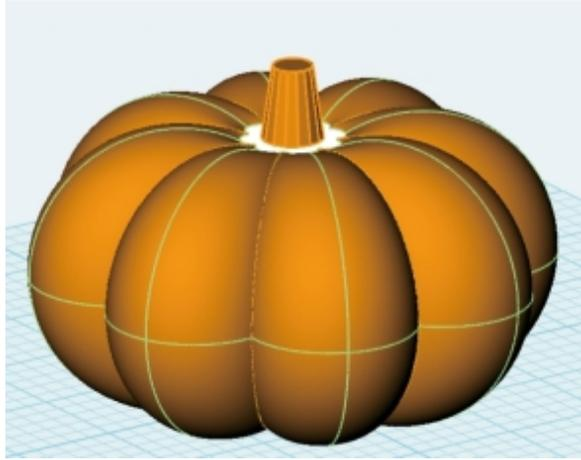

图7-3-20 加运算
⑩加运算。将瓜身和瓜蒂进行加运算得到整体模型，如图7-3-20所示。